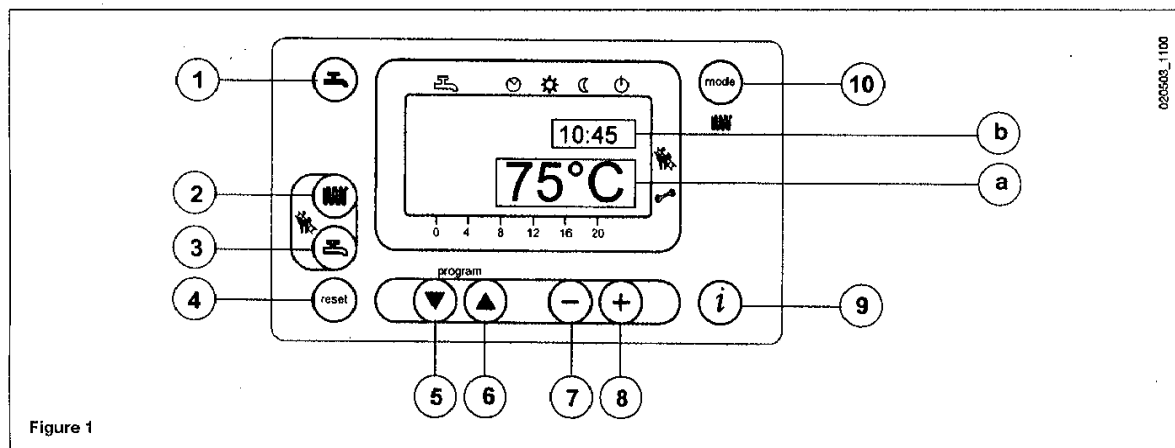

Figure 1
- Appuyer sur la touche  $\textcircled{2}$  (2- figure1) pour régler la température de l'eau de chauffage;
- Appuyer sur une des deux touches  $\textcircled{1}$   $\textcircled{10}$  (1 o 10 - figure1) pour mémoriser et retourner au menu principal.
**N.b** – Avec une sonde externe reliée, à l'aide de la touche  $\textcircled{2}$  (2 – figure1) il est possible d'effectuer la translation de la courbe de chauffage. Appuyer sur les touches  $\ominus$   $\oplus$  pour diminuer ou augmenter la température ambiante de la pièce à chauffer.
- Appuyer sur la touche  $\textcircled{3}$  (3-figure 1) pour régler la température maximum de l'eau en mode sanitaire;